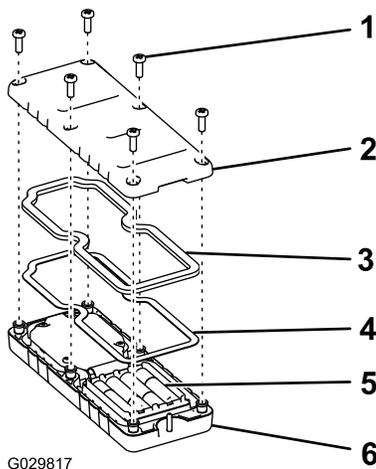

Рисунок 17
2. Вставьте элементы питания в гнезда с клеммами, соблюдая полярность (Рисунок 17).
установите заднюю крышку на место (Рисунок 17).
4. Закрепите крышку 6 винтами (Рисунок 17) и затяните их с моментом 1,5–1,7 Н·м.